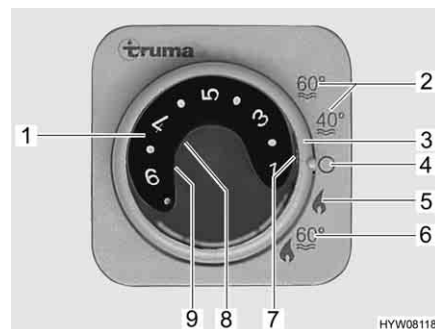

Fig. 188 Unité de commande pour chauffage/chauffe-eau
- Régler le mode de fonctionnement à l'aide de l'interrupteur tournant (Fig. 188,3).
Le chauffage règle le degré d'allumage automatiquement en fonction de la température ambiante requise. Une fois que la température ambiante désirée est atteinte, le brûleur s'éteint. En mode "Chauffage et chauffe-eau" (Fig. 188,6) l'eau est également chauffée dans le chauffe-eau. Il est possible de faire fonctionner le chauffage en mode "Chauffage sans chauffe-eau" (Fig. 188,5) et le chauffe-eau vide.
- Régler le bouton tournant de température (Fig. 188,1) de l'unité de commande sur la température de chauffage désirée.
- Régler l'interrupteur tournant (Fig. 188,3) en régime hiver "Chauffage sans chauffe-eau" (Fig. 188,5) ou en régime hiver "Chauffage et chauffe-eau" (Fig. 188,6).
Le voyant de contrôle vert (Fig. 188,7) s'allume.
- Régler l'interrupteur tournant (Fig. 188,3) sur "O" (Fig. 188,4).
La combinaison régime au gaz et régime électrique 230 V permet de raccourcir la période de chauffage du véhicule (uniquement possible lorsque le chauffage sur l'unité de commande (Fig. 188) est réglé sur régime hiver).